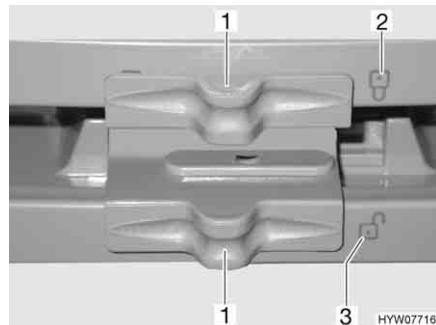

Fig. 121 Bloccaggio della porta del frigorifero/del vano congelatore (serie Dometic 7 con vano congelatore separato)
- Spingere il bloccaggio (Fig. 121,1) di lato in modo che la serratura aperta  (Fig. 121,3) sia visibile.
- Spingere il bloccaggio (Fig. 121,1) di lato in modo che la serratura aperta  (Fig. 121,2) sia visibile.